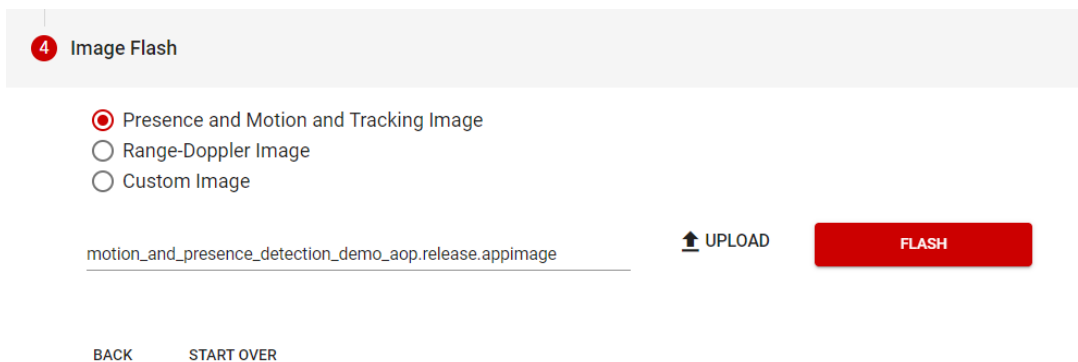

图 3-2. 开箱即用演示二进制应用程序
6. 在 *Image Flash* 菜单中选择要刷写到 EVM 的映像，或直接从毫米波 SDK (C:\ti\MMWAVE_L_SDK\examples\mmw_demo\motion_and_presence_detection\prebuilt_binaries\xwrl64xx) 中上传映像。将应用映像加载到串行闪存中。与图 3-2中显示的类似。请参阅毫米波 SDK，了解用于运行开箱即用演示的闪存二进制文件。